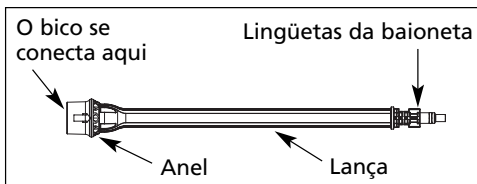

Figura 10
11. Para trocar um bico de conexão rápida, coloque a trava do gatilho da pistola na posição segura. Puxe o anel deslizante da lança em direção oposta ao bico e remova o bico da lança (consulte a Figura 10).